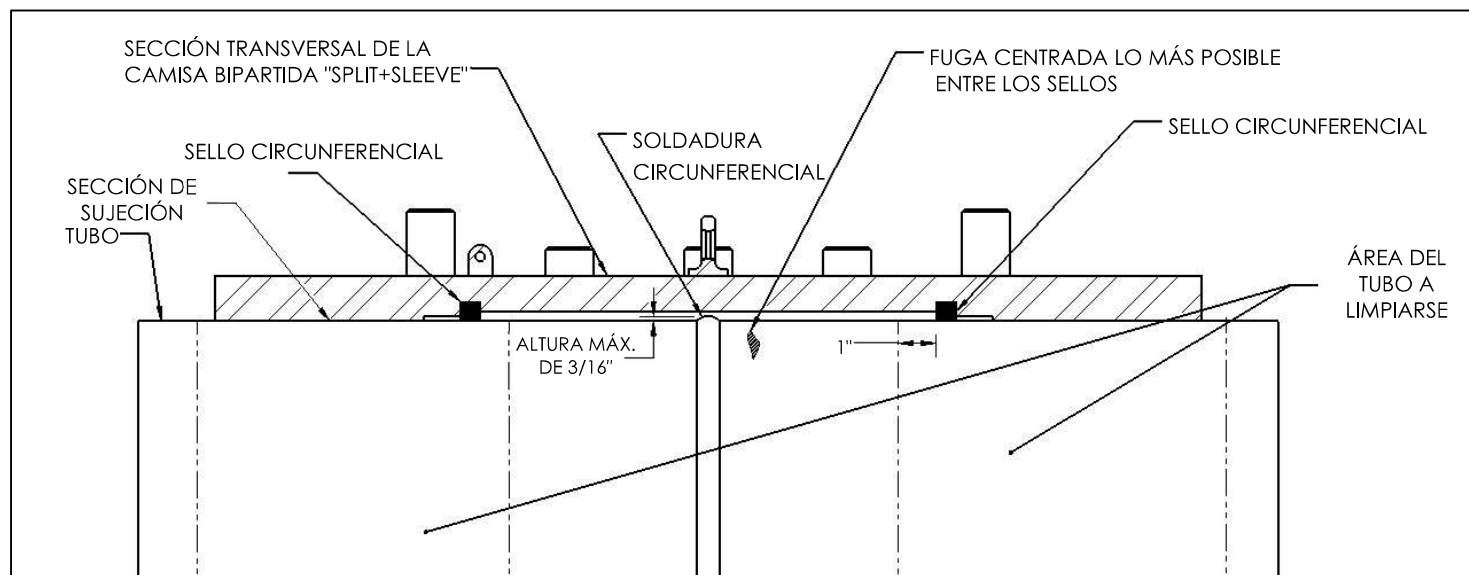

Figura 1
2. Elimine todo recubrimiento, óxido y sarro de la superficie del tubo donde los sellos circunferenciales de la camisa de sujeción "PLIDCO Clamp+Sleeve" entrarán en contacto con el tubo (consulte la Figura 1). Se prefiere un acabado casi blanco, como se indica en SSPC-SP10/NACE No.2, 1" (25 mm) antes y después del sello. Cuanto más limpia esté la superficie del tubo, más positivo será el sellado. Las superficies arenadas deben pulirse y quedar lisas.
3. Las soldaduras en el área donde los sellos circunferenciales y los extremos de sujeción entren en contacto con soldaduras, ya sean longitudinales, circunferenciales o en espiral en los tubos u otras protuberancias, deben esmerilarse a nivel del diámetro exterior del tubo. El área debe extenderse 1 pulgada (25 mm) dentro de los sellos y 1 pulgada (25 mm) más allá del accesorio, tal como se muestra en la Figura 1 designada, "*Área del tubo a limpiarse*".
5. Las soldaduras circunferenciales y longitudinales de tubos dentro de los sellos circunferenciales no requieren esmerilarse a tope, siempre y cuando la altura de la soldadura no exceda de 3/16 pulgadas (4.7 mm) (consulte la Figura 1).